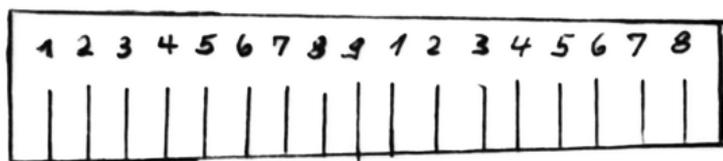

Abb. 13:
- Die Herstellung der Ringe ist in "Schiffsschmied" beschrieben (siehe hierzu auch Fertigung eines Ankerstockes", Kap. "Lötsyndrom"). In jedem Fall sollte man sich einen konischen Holzdorn drehen, der alle Durchmesserbereiche abdeckt und den man mit feinen Markierungen versieht und beziffert. Unter diesen Ziffern w dann der jeweilige Durchmesser außerhalb aufgeschrieben (Abb. 13). So besteht jetzt die Möglichkeit, den abgelängten Streifen der entsprechenden Stelle zu löten. Wer eine Hartlöteinrichtung besitzt, sollte sich das unter "Lötsyndrom" beschriebene Verfahren mit dem Lötstückchen am dünnen Draht Eigen machen. Durch die Verwendung des Dorns weiß man um den genauen Durchmesser des Ringes und kann einen neuen entsprechend kleiner oder größer ausführen (die nicht passenden legt man zurück und probiert sie an der nächsten Stelle).